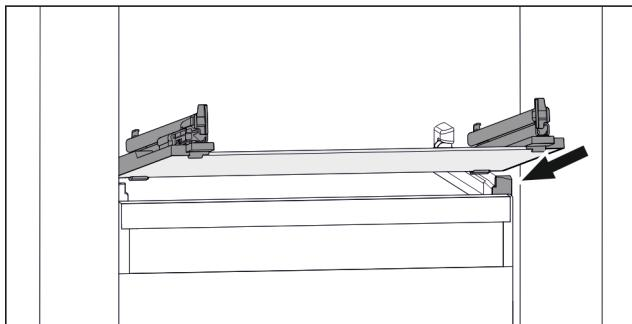

Fig. 47 Primjerni prikaz staklene ploče
- Stavite ladicu ukoso iza zaustavljača. (pogledajte Fig. 47)